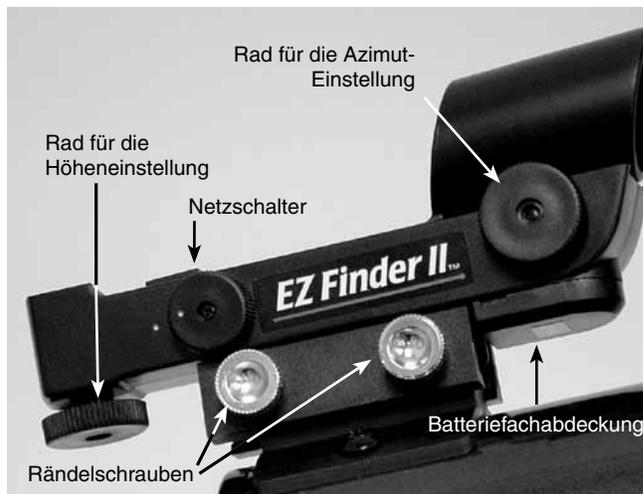

Abbildung 6. Das EZ Finder II-Reflexvisier.
- Arretierschrauben der Gabelmontierung (18) durch die Bohrungen oben an der Montierung, und drehen Sie sie in die Beschläge am Optiktrohr. Ziehen Sie die Arretierschraube für die Höheneinstellung (19) fest.
7. Entfernen Sie die beiden metallischen Rändelmuttern am Optiktrohr (1), und positionieren Sie die Halterung des EZ Finder II-Reflexvisiers (11) über den beiden nun frei liegenden Schrauben. Drehen Sie die beiden metallischen Rändelmuttern nun wieder auf die Schrauben, um die Halterung sicher am Optiktrohr zu befestigen.
8. Befestigen Sie das EZ Finder II-Reflexvisier (4) an der Halterung (11). Lockern Sie die beiden Rändelschrauben zur Befestigung des EZ Finder II-Reflexvisiers (Abbildung 6), und schieben Sie es in die Halterung. Ziehen Sie die beiden Rändelschrauben wieder fest. Das Ausrichten des EZ Finder II-Reflexvisiers findet erst später statt. Lesen Sie dazu den Abschnitt „Erste Schritte“.
Das EZ Finder II-Reflexvisier (4) (Abbildung 6) projiziert einen winzigen roten Punkt auf eine Linse an der Vorderseite des Instruments. Wenn Sie durch das EZ Finder II-Reflexvisier schauen, scheint der rote Punkt im Raum zu schweben, sodass Sie selbst schwach leuchtende Weltraumobjekte lokalisieren können. Der rote Punkt wird nicht durch einen Laserstrahl, sondern durch eine Leuchtdiode (LED) in der Nähe der Rückseite des Visiers erzeugt. Eine austauschbare 3-Volt-Lithium-Batterie liefert die Energie für die Diode.
Positionieren Sie, ohne das Teleskop zu bewegen, den roten Punkt mit Hilfe der Knöpfe (Abbildung 6) für die Azimut- (links/rechts) und Höheneinstellung (auf/ab) am EZ Finder II-Reflexvisier so, dass das Objekt im Okular zentriert ist.